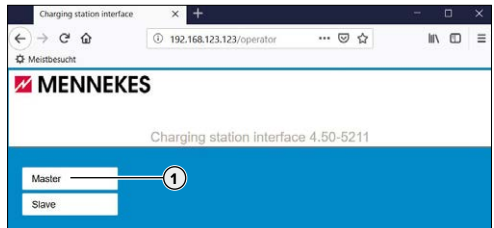

Fig. 21: Página de selección: Master - Slave
- ➔ "Fig. 21: Página de selección: Master - Slave"